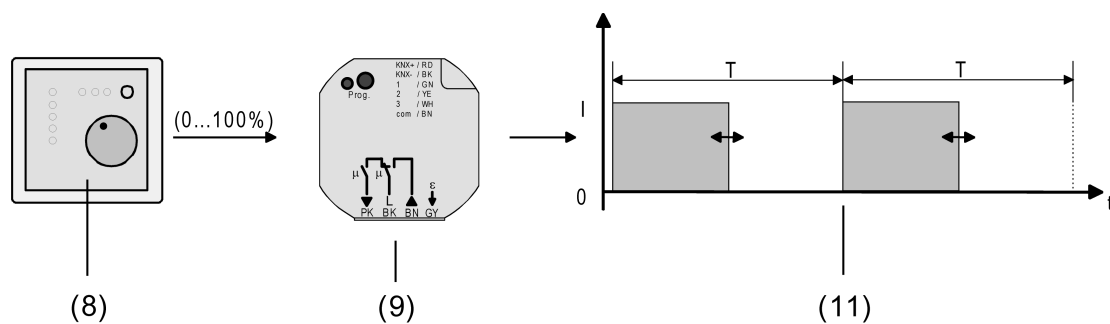

Figure 33: Principe de paramètre pour paramètre constant
- (8) Thermostat d'ambiance (ThA) (paramètre « 1 bit »)
- (9) Actionneur combiné
- (10) Signal de sortie commutant pour entraînements de valve
En mode normal, le télégramme de valeur reçu via l'objet 1 bit « Paramètre » est converti par l'appareil en un signal de commutation à modulation de largeur d'impulsion équivalent au niveau des sorties de valve (figure 33). La valeur moyenne du signal de sortie résultant de cette modulation (en tenant compte de la durée de cycle (T) réglable dans l'appareil) sert de mesure pour la position de valve moyenne de la valve réglable et constitue ainsi une référence pour la température ambiante réglée (voir « Modulation de largeur d'impulsion pour les paramètres constants et les positions de valve de consigne constantes »).